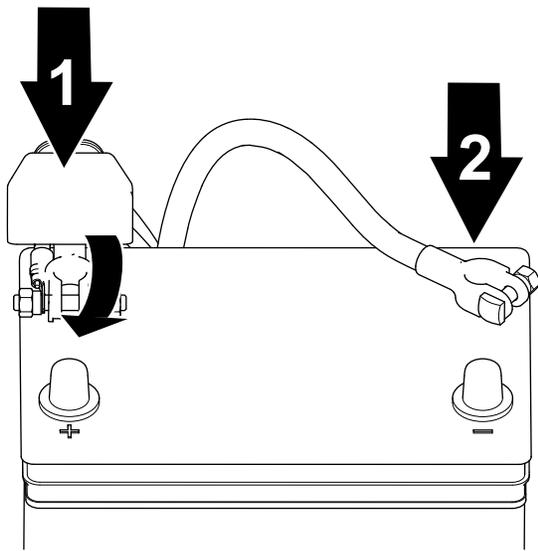

Figure 38
1. Branchez le câble positif à la batterie et serrez l'écrou de collier de la batterie (Figure 38).
2. Branchez le câble négatif à la batterie et serrez l'écrou de collier de la batterie (Figure 38).